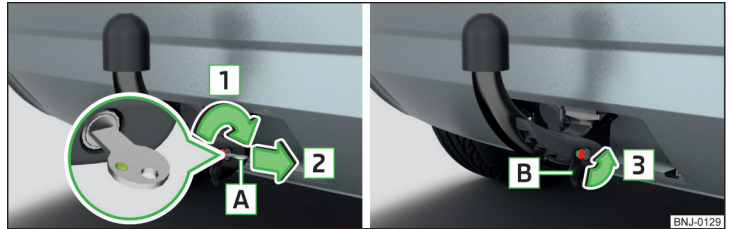

Abb. 156 Schloss verriegeln und Schlüssel abziehen / Kappe auf das Schloss stecken
- Den Schlüssel **A** in Pfeilrichtung **1** drehen, sodass dessen grüne Markierung nach oben zeigt » Abb. 156.